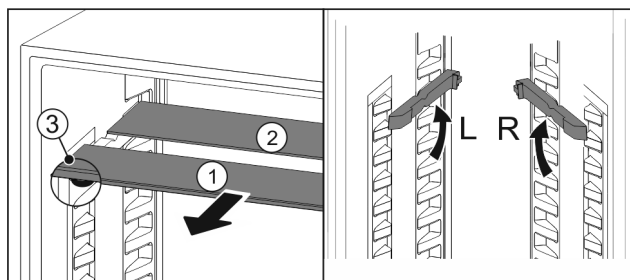

Fig. 34
- Trekk glassplatene enkeltvis fremover og ut Fig. 34 (1).
- ▷ Glassplate Fig. 34 (1) med pyntelist ligger foran.
- ▷ Stoppere Fig. 34 (3) peker nedover.